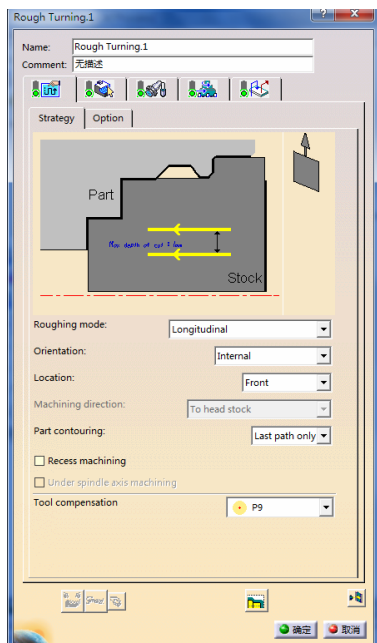

图 6-115 “Machining”选项卡 (4)
- 单击“Machining”选项卡 (4), 在“Roughing mode”下拉列表中选择“Longitudinal”, 在“Orientation”下拉列表中选择“Internal”, 在“Location”下拉列表中选择“Front”, 在“Part contouring”下拉列表中选择“Last path only”, 如图 6-115 所示。